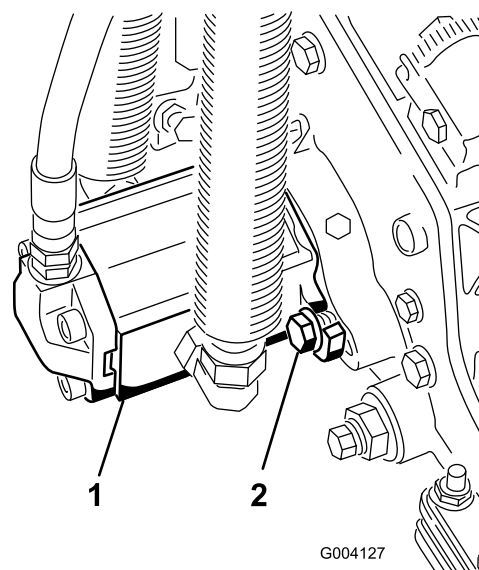

図 15
10. モータを手を持ち、右回りにひねってモータのフランジをキャップスクリュから逃がしながら、キャップスクリュにモータをセットする(図 15)。モータを左回りにひねって、キャップスクリュにフランジをしっかりと掛け、キャップスクリュを締めてモータを固定する。